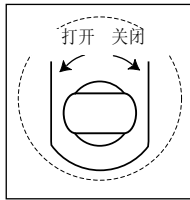

图 3 - 泄压阀操作
4. 使用泵手柄的矩形端，逆时针转动溢流阀杆，将阀打开（转动圈数不要超过两圈）。见图 3。